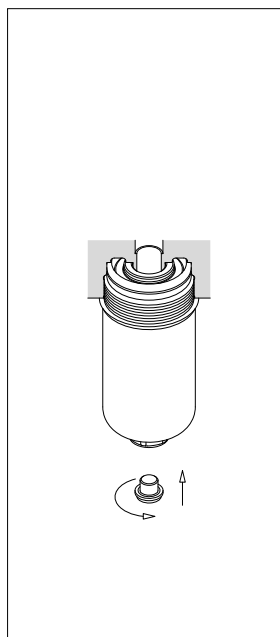

fig. 11
- (Fig. 11) Serrare il tappo di drenaggio facendo riferimento alla tabella delle coppie di serraggio al paragrafo 3